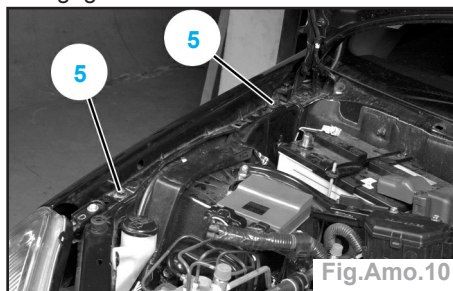

Fig.Amo.10
- Déposer les vis de fixation supérieures (5) sur le renfort de doublure d'aile (Fig. Amo.10).